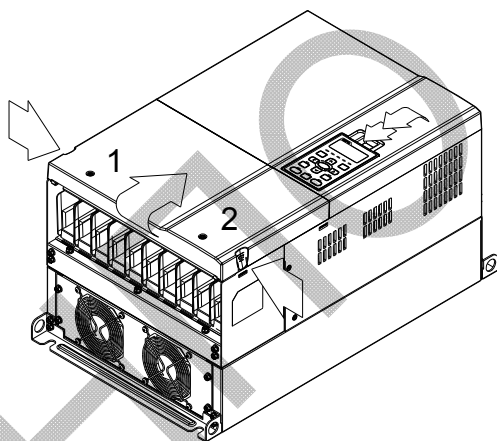

Рис. 1
1. (Рис. 1) Выкрутите винт 1 и винт 2, нажмите на защелки с правой и левой стороны крышки и снимите крышку как показано стрелками на рис. Нажмите на верхнюю часть пульта КРС-СЕ01 для демонтажа пульта.: 10~12 кг\*см (8.6~10.4in-lbf).